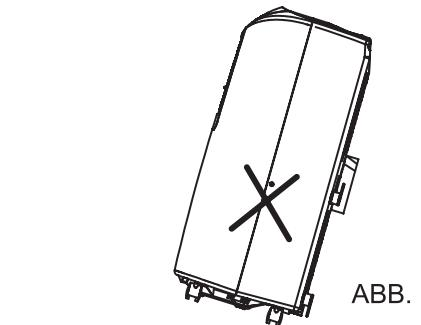

ABB. 1
- Nur in aufrechter Position auf einem glatten ebenen Untergrund gebrauchen, und mindestens 36 cm von anderen Gegenständen entfernt (fig 1 & 4).